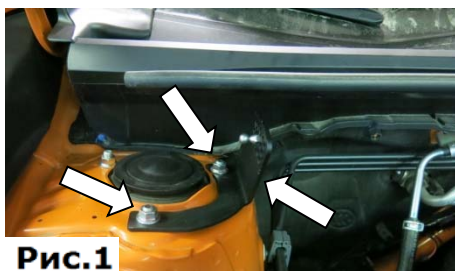

Рис.1
1. Торцевой головкой №14 открутить две гайки крепления опоры передней подвески. Установить кронштейн. Затянуть штатные гайки торцевой головкой №14 с усилием, предписанным заводом-изготовителем автомобиля, (Рис.1).